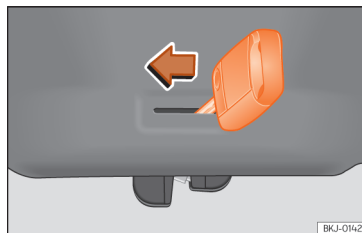

Abb. 59 Ausschnitt Gepäckraum: Notfallentriegelung.
- Führen Sie den Schlüsselbart in den Schlitz ein und drehen Sie den Schlüssel in Pfeilrichtung, bis sich das Schloss öffnet >>> **[Abb. 59].**